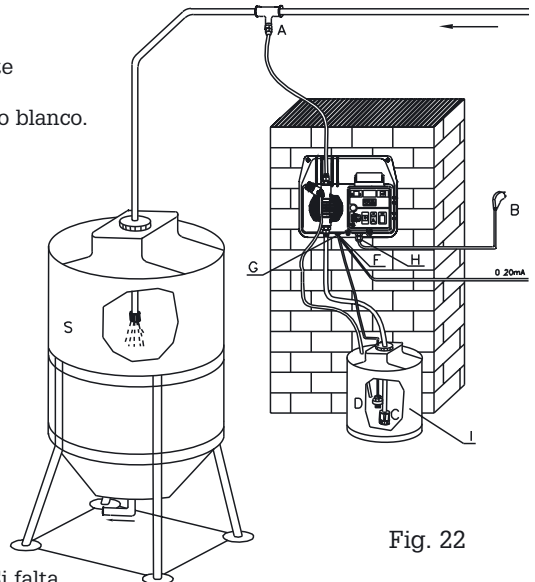

Fig. 22
9.2 - ESQUEMA TÍPICO DE UNA INSTALACIÓN (Fig.22)